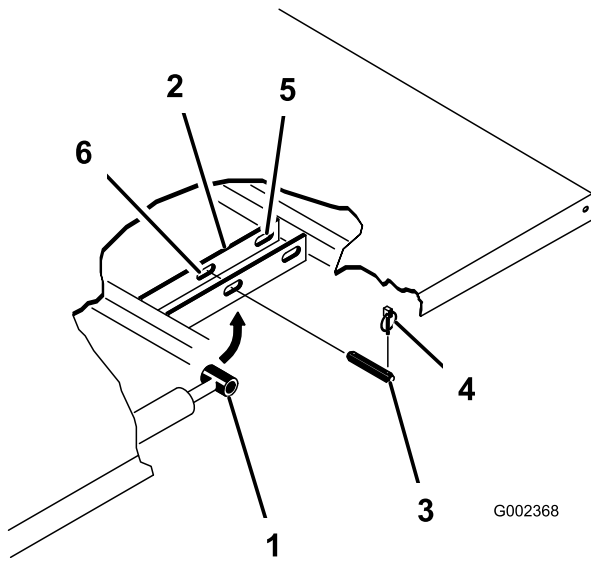

Рисунок 23
3. Удалите шплинты с кольцом из наружных концов шплинтуемых штифтов на штоках гидроцилиндров (Рисунок 23).
- Снимите шплинтуемые штифты, крепящие концы штоков гидроцилиндров к монтажным плитам кузова, протолкнув штифты внутрь (**Рисунок 23**).
- Выньте шплинтуемые шплинты, которые крепят шарнирные кронштейны к швеллерам рамы (**Рисунок 23**).